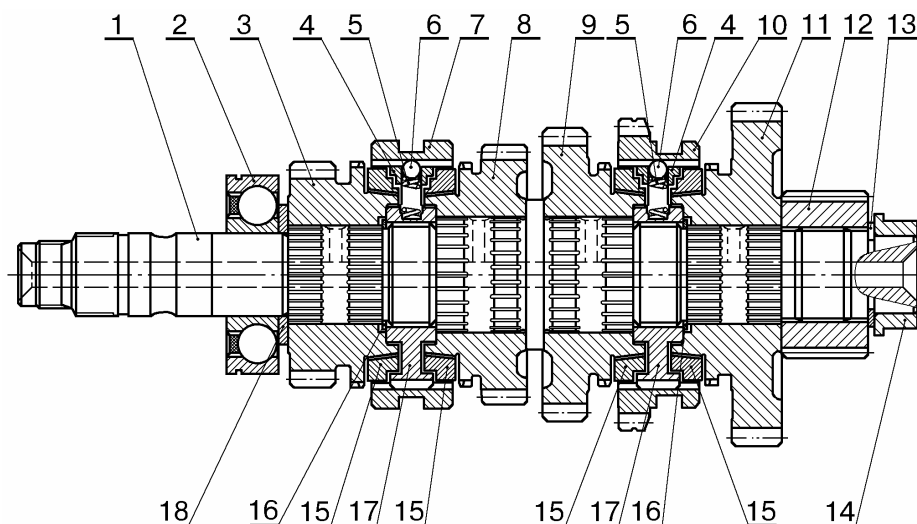

Рис. 5. Вал вторичный 2110 в сборе:
- снять упорную шайбу 18, рис.5, и шестерню 3 четвертой передачи (отвертка плоская);